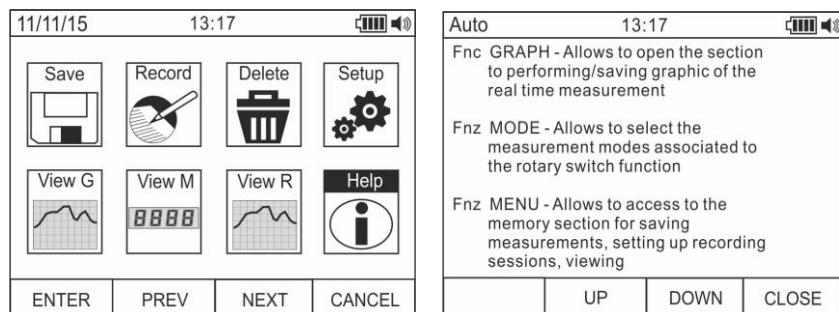

Fig. 21: Ajuda no display
40. Usar os botões **F2** ou **F3** para selecionar o ícone “Ajuda (Aiuto)” e premir o botão **F1** (ver Fig. 21)
41. Usar os botões **F2 (P/CIMA (SU))** ou **F3 (P/BAIXO (GIU))** para percorrer as páginas da ajuda.